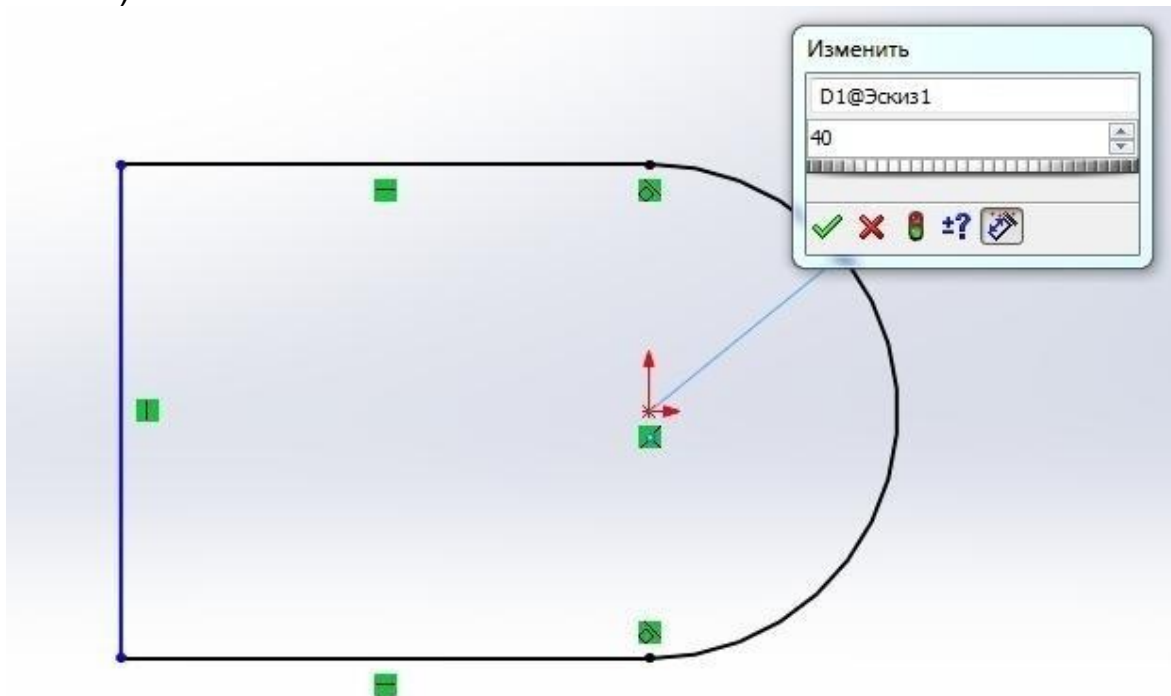

Рисунок 1.15 - Нанесення розміру дуги
3.10.1. Активізувати функцію "Автоматичне нанесення розмірів". Натиснути перший раз лівою кнопкою миші на будь-яку точку на дузі, друге натискання зробити увільному місці вікна креслення, у діалоговому вікні, яке з'явилося, вказати потрібне значення діаметра кола (40 мм) (рис. 1.15).